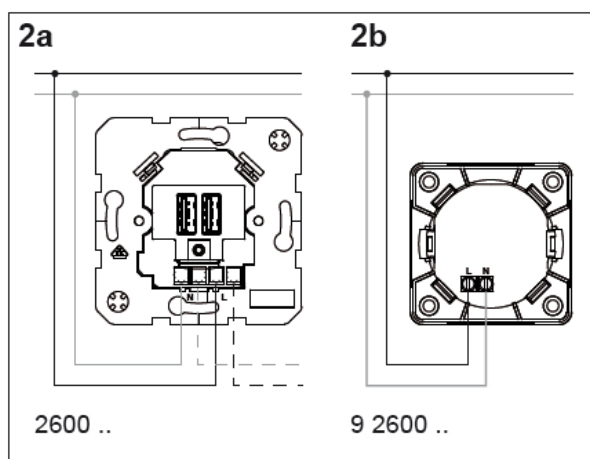

Рис. 2
- Подключите розетку к электросети в соответствии со схемой (рис. 2а, 2б)
- ▣ USB-розетка 230 В (Арт.№ 2600 ..) оснащена проходными клеммами L и N для подключения других ЭУИ (Рис.2а)